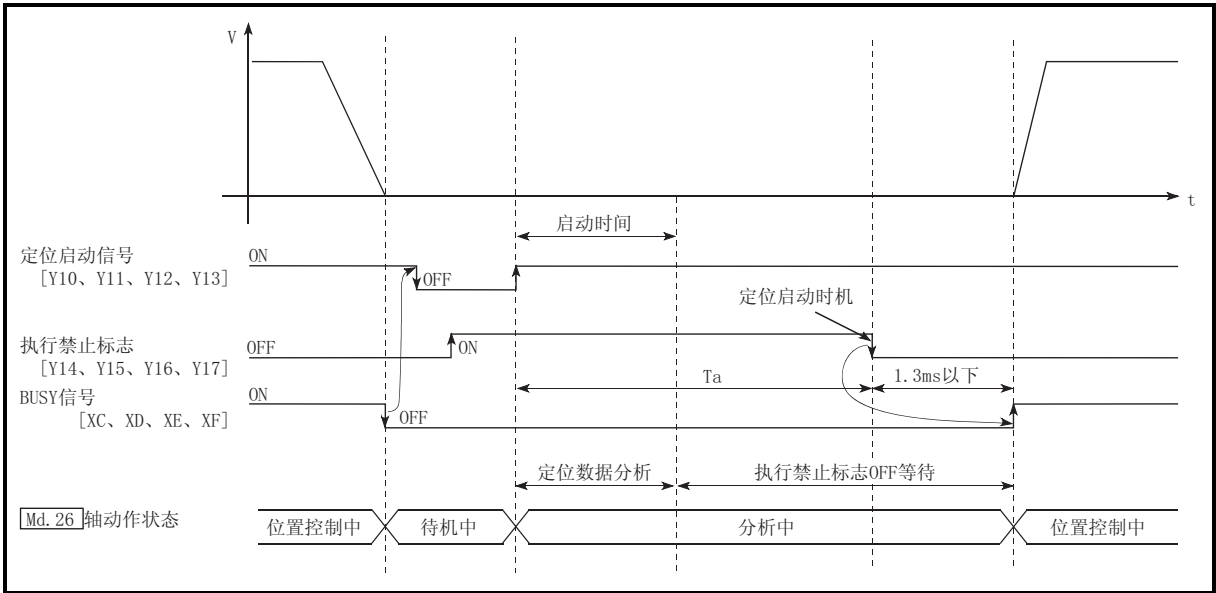

图 12.48 预读启动功能的动作
对于预读启动功能，通过在执行禁止标志[Y14、Y15、Y16、Y17]ON 的状态下将定位启动信号[Y10、Y11、Y12、Y13]置为 ON，或者通过执行专用指令(ZP.PSTRT1、ZP.PSTRT2、ZP.PSTRT3、ZP.PSTRT4)来进行。如果执行禁止标志 ON 的状态下进行定位启动，则只执行到定位数据分析为止，而不进行脉冲输出。在执行禁止标志 ON 期间“Md. 26 轴动作状态”将保持为“5：分析中”不变。执行禁止标志[Y14、Y15、Y16、Y17]变为 OFF 后，将在 1.3ms 以内开始输出脉冲，“Md. 26 轴动作状态”将变为符合各控制方式的状态(位置控制中、速度控制中等)。(参阅图 12.48)
因此，在停止时间  $T_w$  期间对下一个数据进行预读启动。如果  $T_w$  的时间长度达到某个程度，该期间下一个数据的分析将结束，变为执行禁止标志 OFF 等待状态。因此，通过将 2) 的定位启动的时机替换为执行禁止标志 OFF，在顺控程序中从轴动作请求 ON 开始至脉冲输出为止的时间可设置为 1.3ms 以下。(参阅图 12.48)
- (1) 定位数据分析所需要的时间最多为 7ms。
- (2) 定位数据分析后，变为执行禁止标志 OFF 等待状态。如果在执行禁止标志 OFF 等待状态中进行了定位数据的变更，变更数据将不会被存储。进行定位数据的变更时应在定位启动信号 ON 之前进行。
- (3) 定位启动信号变为 ON 之后，在定位数据分析结束之前执行禁止标志变为 OFF ( $T_a < \text{启动时间}$ ,  $T_a$ : 参阅图 12.48) 的情况下，预读启动功能无效。
- (4) 在“Cd. 3 定位启动编号”中通过预读启动功能可进行定位启动的数据 No. 只为 No. 1~600。如果设置为 No. 7000 ~ 7004、9001 ~ 9004 后执行预读启动功能，将发生出错“超出启动编号范围”(出错代码:543)。
- (5) 执行禁止标志的置 ON 必须与定位启动信号同时或者在定位启动信号 ON 之前进行。在定位启动信号 ON 后的  $T_a$  期间即使将执行禁止标志置为 ON，也可能无法执行预读启动。在执行禁止标志 OFF 的状态下进行定位启动(脉冲输出)后，即使将执行禁止标志置为 ON 预读启动功能也将无效。(在下一个定位启动时变为有效。)